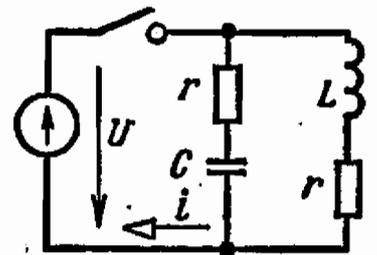

Рис. 7.17
7.17. Две параллельные ветви включаются на постоянное напряжение $U = 220 \text{ В}$. Сопротивления обеих ветвей одинаковы и равны $r = 20 \text{ Ом}$ (рис. 7.17), индуктивность $L = 0,1 \text{ Г}$.